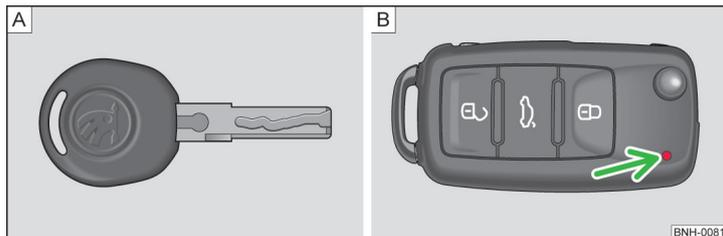
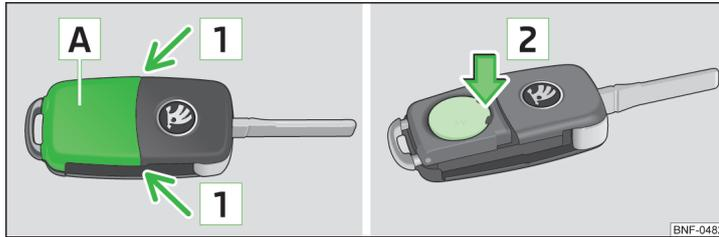

Fig. 26 Llave: sin mando a distancia / con mando a distancia
Fig. 27 Llave con mando a distancia: quitar la tapa / extraer la pila
Con el vehículo se suministran dos llaves. Según el equipamiento, su vehículo puede estar provisto de llaves sin mando a distancia » fig. 26 - [A] o de llaves con mando a distancia » fig. 26 - [B].
Cada llave con mando a distancia contiene una pila que está alojada debajo de la tapa **A** » fig. 27. Si la pila está descargada, después de pulsar una tecla de la llave, no parpadea el testigo de control rojo » fig. 26 de la página 50 - **B**. Le recomendamos encargar el cambio de la pila de la llave a un taller especializado. Si, de lo contrario, desea cambiar la pila descargada usted mismo, proceda como sigue.
- Presionar la tapa del compartimento de la pila pulsando con el pulgar o con un destornillador plano en la zona de la flecha **1** » fig. 27.